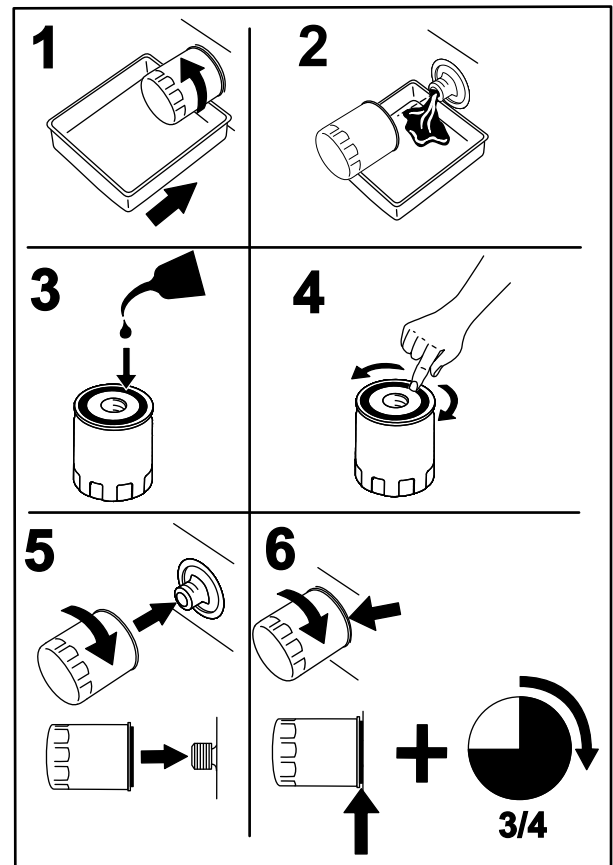

Figura 52
- Cambie el filtro de aceite del motor (Figura 52).